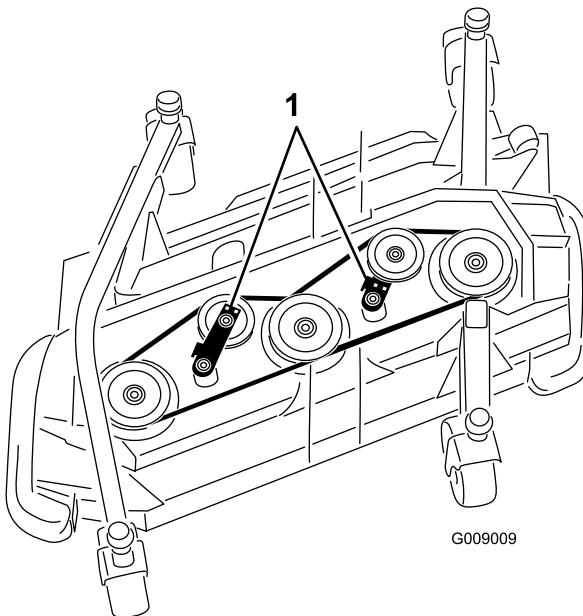

Figura 84
- Usando una llave de carraca u otra herramienta similar, aleje las poleas tensoras de la correa de transmisión para aliviar la tensión de la correa y poderla retirar la correa de las poleas (Figura 84).